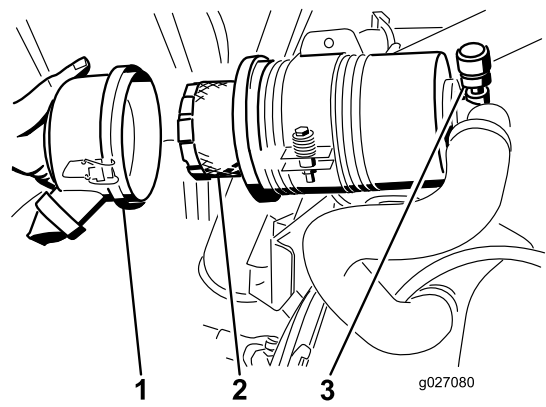

Figura 50
5. Retire y cambie el filtro (Figura 50).